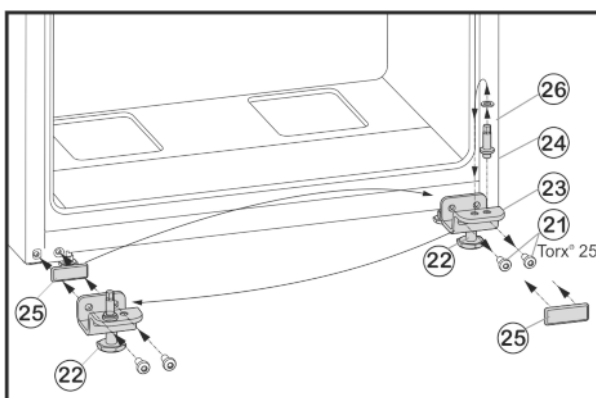

Fig. 6
- ▶ Upevňovací šrouby *Fig. 6 (21)* odšroubujte.
- ▶ Vyjměte spodní stojan ložiska *Fig. 6 (23)* i s ložiskovým čepem *Fig. 6 (24)*, podložkou *Fig. 6 (26)* a seřizovací nožkou *Fig. 6 (22)*.
- ▶ Ložiskový čep *Fig. 6 (24)* kompletně odšroubujte i s podložkou *Fig. 6 (26)*, přemístěte do protilehlého upínacího otvoru stojanu ložiska a opět přišroubujte.
- ▶ Krycí desku *Fig. 6 (25)* opatrně sejměte a přemístěte ji na protější stranu.
- ▶ Dolní stojan ložiska *Fig. 6 (23)* opět kompletně, i s ložiskovým čepem *Fig. 6 (24)*, podložkou *Fig. 6 (26)* a seřizovací nožkou *Fig. 6 (22)*, případně s pomocí akumulátorového šroubováku **silou (4 Nm)** našroubujte na nové straně závěsu dveří.
- ▶ Spodní dveře nasadte shora na ložiskový čep *Fig. 6 (24)*.
- ▶ Seřizovací nožku *Fig. 6 (22)* na spodním stojanu ložiska *Fig. 6 (23)* vytáčejte, až dosedne na zem.